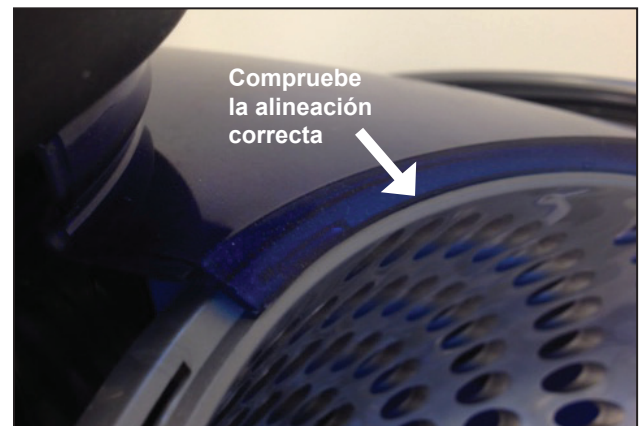

Figura 21. Carcasa trasera y carcasa superior alineadas
7. Guíe el sistema de administración de agua con la capota abatible de la carcasa trasera conectada al tubo de alimentación. Presione hacia adentro con firmeza, alineando las muescas de la carcasa trasera con el borde de la carcasa superior. Compruebe que el borde de la carcasa superior esté alineado correctamente sobre la carcasa trasera (Figura 21).